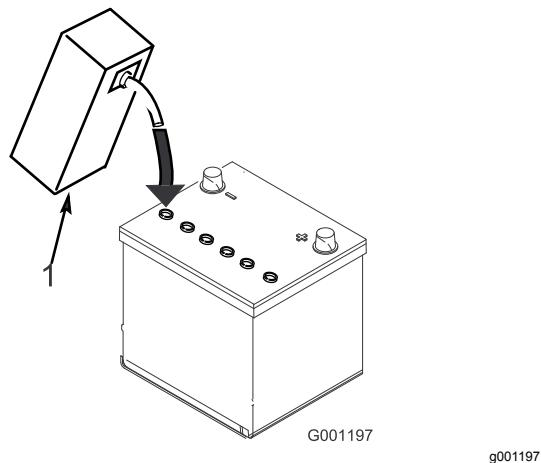

图5
3. 小心为每个电池注入电解液直到电池极板被大约 6mm 的液体覆盖图5。
4. 等待约 20 至 30 分钟以便电解液渗透到极板内。必要时加注电解液使电解液保持在加注井底部约 6mm 范围内 **图 5**。